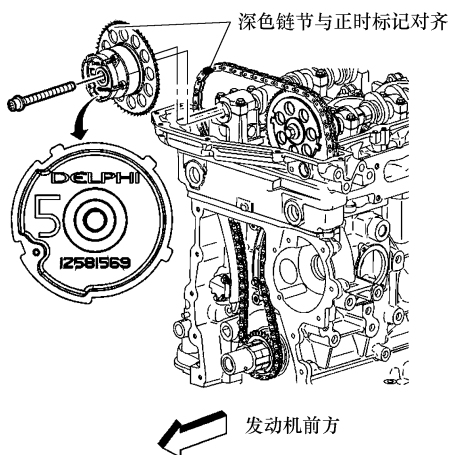

图 17-8 安装排气凸轮轴位置执行器
9) 将排气凸轮轴位置执行器安装到正时链条上, 按照图 17-8 所示, 将正时链条深色链节与排气凸轮轴位置执行器链轮上的正时标记对齐。